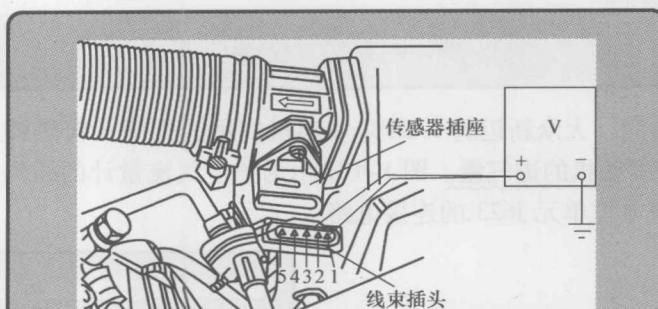

图 1-6 检测热膜式空气流量计的电源电压
1) 热膜式空气流量计各插头端子的说明: ①T5h/5 为空气流量计信号线, 电压在 0~5V 之间变化; ②T5h/4 为搭铁线, 在车身线束 B702 中; ③T5h/3 为电源线, 打开点火开关时, 由点火开关 15 号线 J527 向转向柱电子装置电控单元提供电源信号, 再向 J519 提供电源号, J519 向 J329 提供电源使继电器吸合, 并经熔丝 SC22 (5A) 向空气流量计提供蓄电池电压; ④T5h/2 为进气温度传感器信号线, 温度低时电压高, 温度高时电压低, 如在 20°C 时电压在 0.5~3V 之间; ⑤T5h/1 为电源信号线, 由发动机电控单元 J623 提供 5V 参考电压。
2) 检测电源电压。关闭点火开关, 拆下空气滤清器, 再打开点火开关, 即置于 ON 位置, 不起动发动机; 用万用表的电压档测量空气流量计插头中的 T5h/3 端子 (正信号线) 与 T5h/4 搭铁线端子 (负信号线) 之间的电压值, 该电压值为蓄电池电压; 然后用万用表测量插头 T5h/5 端子与 T5h/4 搭铁线端子间的电压值, 该电压的标准值应为 5V, 如图 1-6 所示。